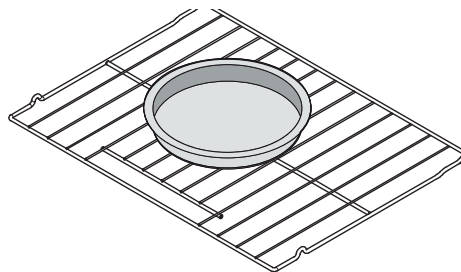
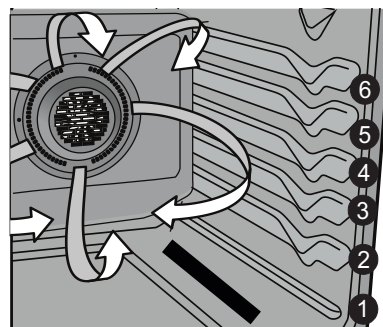

Figure 18 : Cuisson des aliments de commodité sur une seule grille
Figure 19 : La position de grille (4) est la meilleure pour la cuisson des aliments de commodité
- Toujours placer la nourriture dans le centre du four sur la grille 4 (Figure 19). Placer les aliments comme le montre Figure 18.